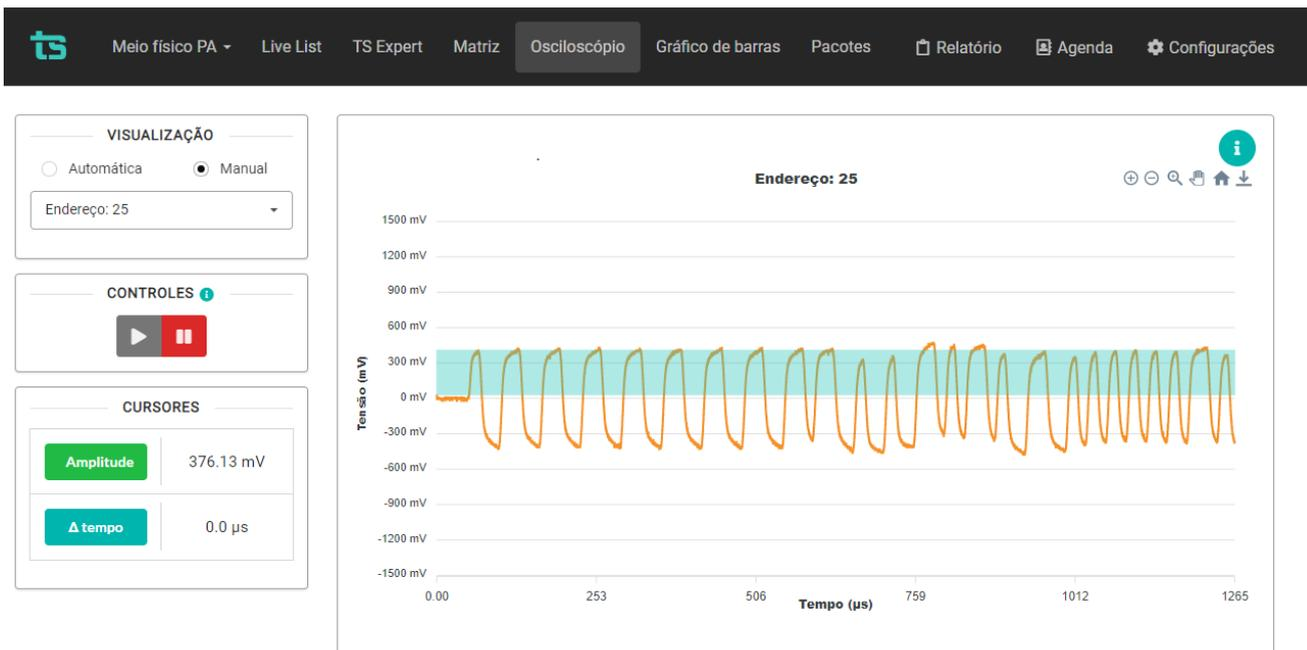
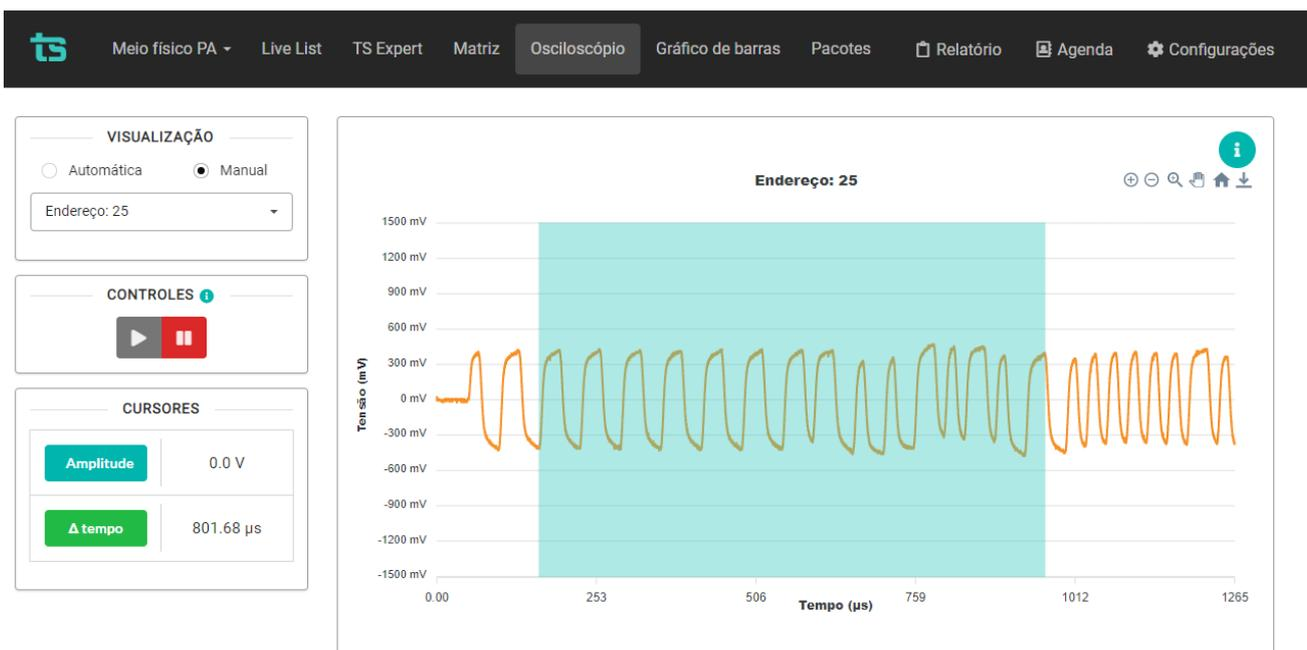

Figura 53: Botão Amplitude
Figura 54: Botão Δtempo
3. Cursores: Podem ser utilizados para medir a amplitude do sinal entre dois pontos da forma de onda, ou a variação de tempo entre dois pontos. A Figura 53 e a Figura 54 mostram o uso dos cursores.